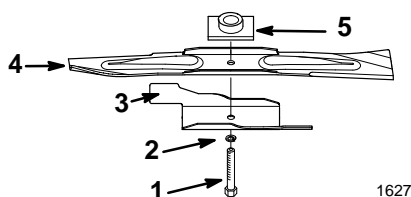

Figure 23
2. Déposer le boulon de lame, la rondelle frein, l'accélérateur de lame et la lame (Fig. 23).
1. Mettre la lame en place sur l'axe et le support de lame. Les extrémités incurvées ("pales") doivent être tournées vers le carter de tondeuse, et le support de lame doit se loger dans le creux de la lame (Fig. 23).
2. Monter l'accélérateur de lame, la rondelle-frein et le boulon de lame (Fig. 23).